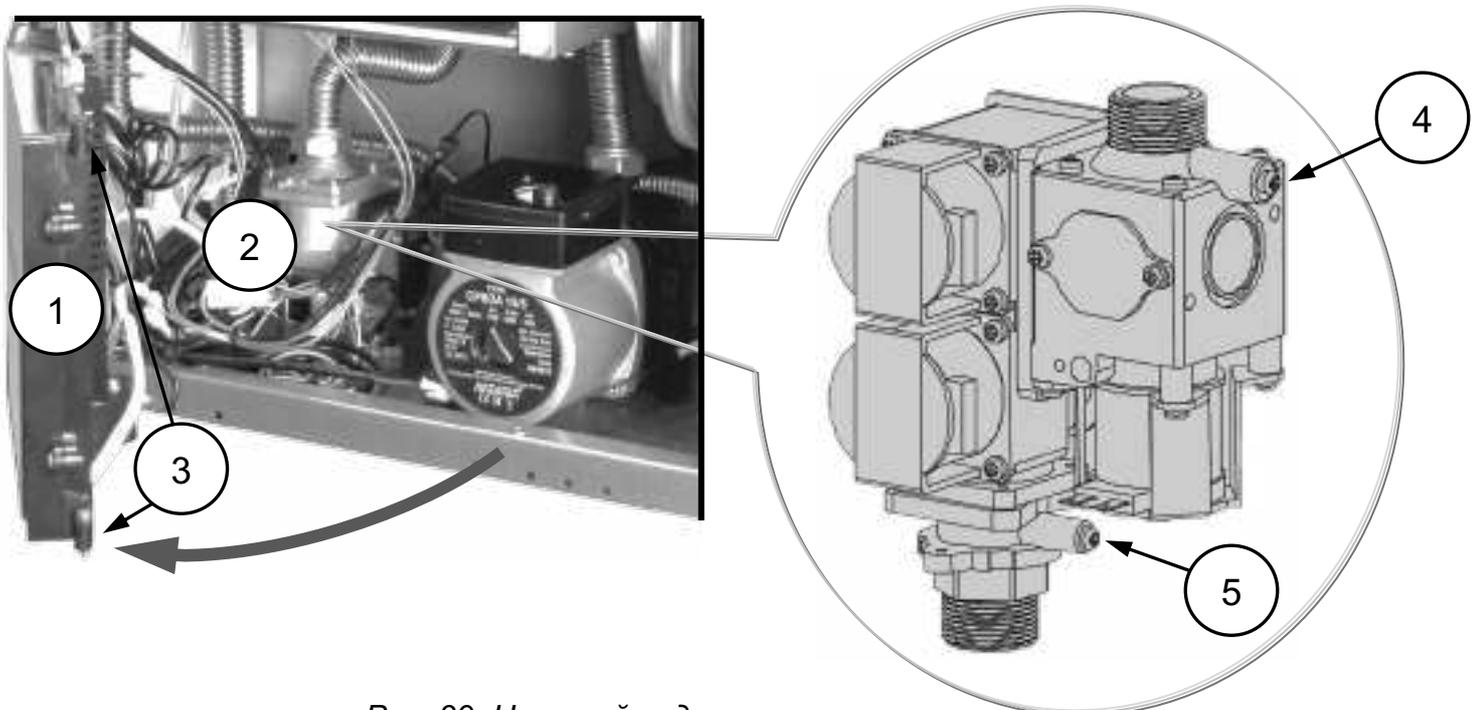

Рис. 39 Настройка давления газа.
3. Выкрутить винты крепления блока контроля и управления котлом (PCB - Power Control Block) с правой стороны (снизу и сверху) и потянув на себя повернуть блок по часовой стрелке (См. Рис. 39);